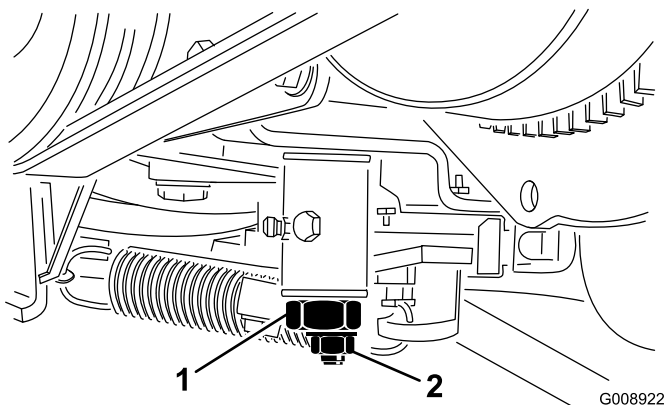

Figura 56
3. Desaperte a porca de bloqueio no excêntrico de tracção (Figura 56).